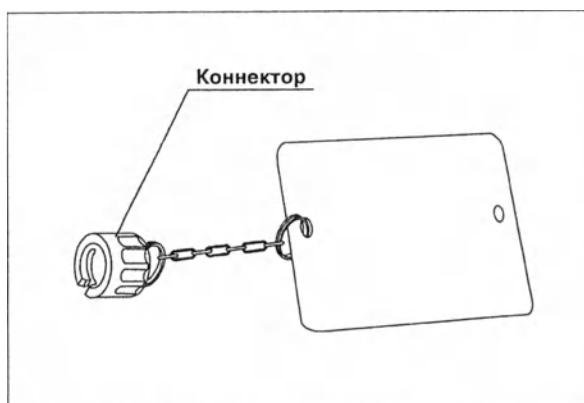

Рис. 7.4
На протяжении всего процесса стерилизации оксидом этилена колпачок для стерилизации оксидом этилена должен быть присоединён к выпускному коннектору для выравнивания наружного и внутреннего давления (см. рис. 7.4).
Убедитесь в отсутствии царапин, трещин и остатков органического материала на поверхности колпачка (см. рис. 7.4).
1. Убедитесь в сохранности и надёжной фиксации головки щётки и металлического наконечника на дистальном конце. Проверьте головки щёток на предмет ослабления или утраты щетины (см. рис. 7.4).